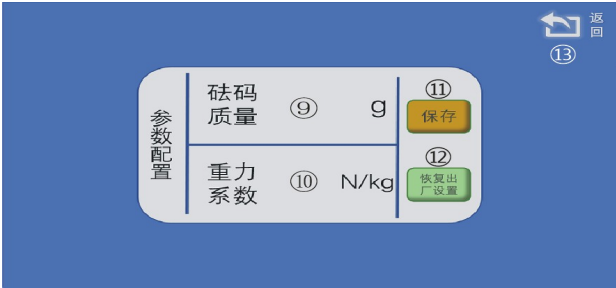

图 4 实验 1 参数设置界面图
- 2.“设置（齿轮形状）”：弹出图 4 参数设置界面，设置砝码质量和重力系数；